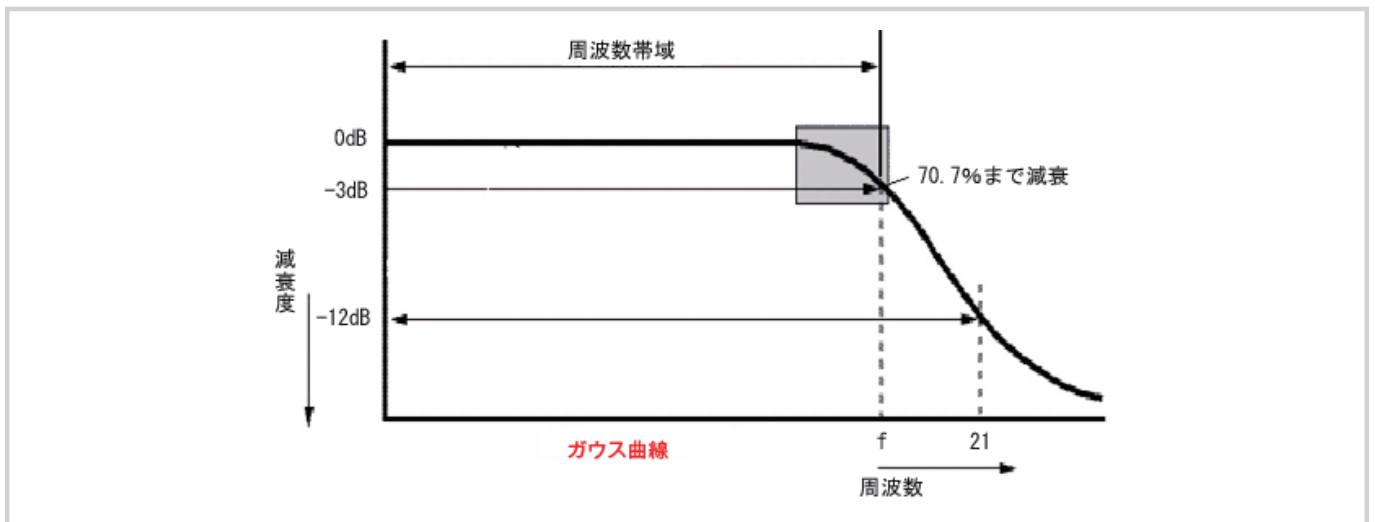

図1 周波数帯域の定義の仕方を示したもの
- ①振幅は1Vより大きく見える
- ②振幅はちょうど1Vに見える
- ③振幅は1Vより小さく見える
答えは③です。振幅は1Vより小さく見えます。理由は周波数帯域の定義の仕方にあります。エネルギーが半分、振幅が70.7%に低下した周波数をもって周波数帯域と定義します。つまり、周波数帯域と定められた周波数においては振幅が減少しているのです。よって、周波数帯域が100MHzぴったりのオシロスコープで観測すると、1Vの100MHzサイン波は0.707Vにしか見えません。(図1)